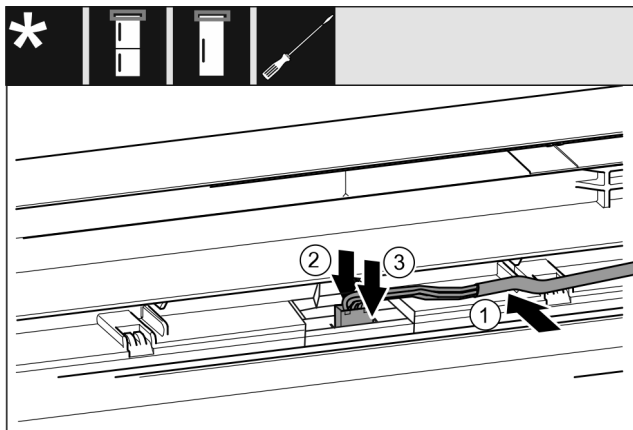

Fig. 33
- ▶ Inserire il cavo grigio nella guida nella porta superiore. Fig. 33 (1)
- ▶ Spingere il naso di arresto all'indietro. Fig. 33 (2)
- ▶ Innestare la presa. Fig. 33 (3)